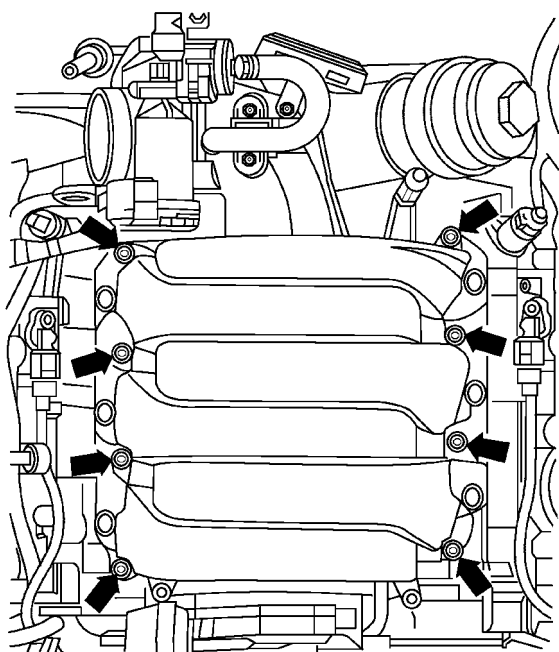

图 1-5-65 螺栓连接
- (1) 短时打开油箱盖(减压)。
- (2) 用一块抹布盖住处于燃油压力下的螺栓联接(燃油进油管路), 打开螺栓连接(见图 1-5-65 箭头)并用这块抹布收集泄漏的燃油。